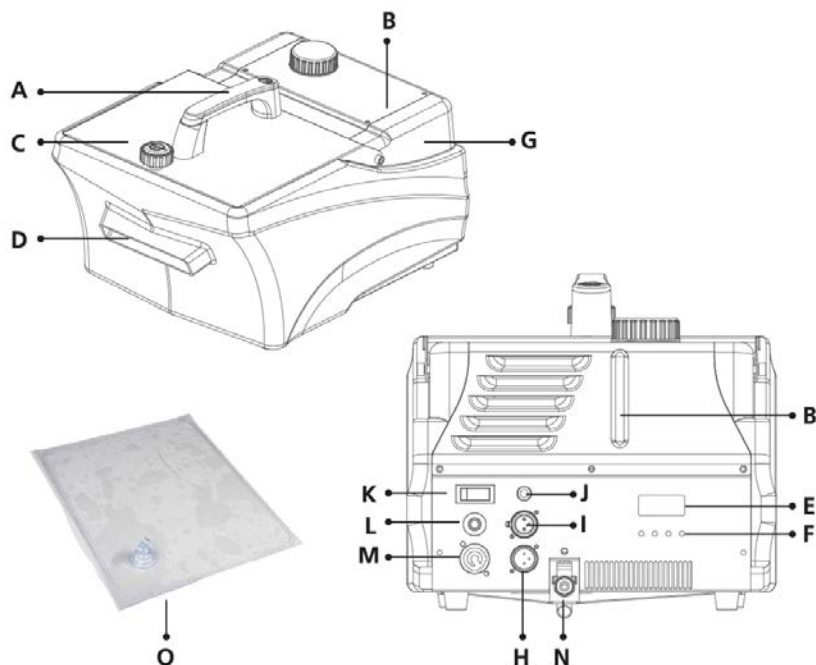

Рисунок 1
4. Используйте только высококачественную жидкость для образования тяжелого дыма на водной основе (рисунок 1-B). Если жидкости в баке будет недостаточно, генератор перестанет работать.
5. Наполните соответствующий бак льдом (рисунок 1-C). Не помещайте слишком много льда, чтобы не препятствовать плотному закрытию крышки.
7. Для управления используйте ЖК-дисплей и функциональные клавиши (рисунок 1-E и F) или контроллер DMX.
8. Также для управления можно подключить пульт ДУ к соответствующему разъему (рисунок 1-J) на задней панели устройства.